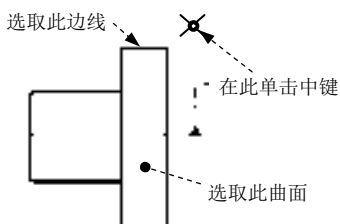

图 5.6.37 定义公差参照 (一)
Step4. 定义公差参照。在 **参考** 区域的 **类型** 下拉列表中选择 **曲面** 选项，选取图 5.6.37 所示的曲面为公差参照。
(1) 在对话框中 **放置** 区域的 **类型** 下拉列表中选择 **法向引线** 选项，在弹出的 **LEADER TYPE (引线类型)** 菜单中选择 **Arrow Head (箭头)** 命令。
(2) 在系统  **选择多边, 尺寸引线, 坐标系, 轴心, 多个轴线, 曲线, 顶点 或截面图元.** 的提示下, 选取图 5.6.37 所示的边线为放置位置参照。
(3) 在图 5.6.37 所示的位置单击中键, 放置“圆跳动”公差。